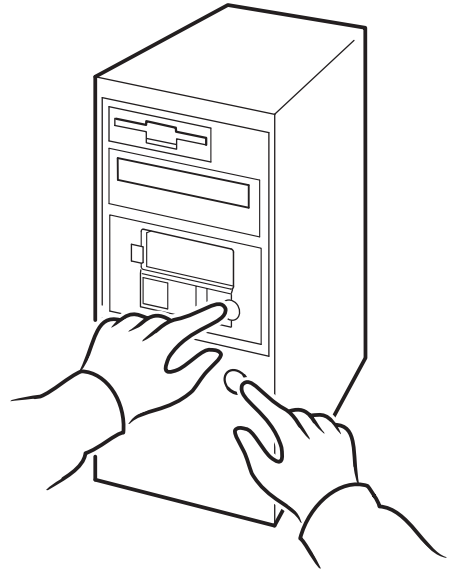

Figura 17b: HP OBDR, paso 2
- 2 Mantenga presionado el botón de expulsión. Con el botón de expulsión presionado, encienda el servidor (consulte la figura 17b). El dispositivo se situará en el modo HP One-Button Disaster Recovery cuando se encienda el servidor. Suelte el botón en cuanto la pantalla LCD muestre el mensaje "Modo OBDR".